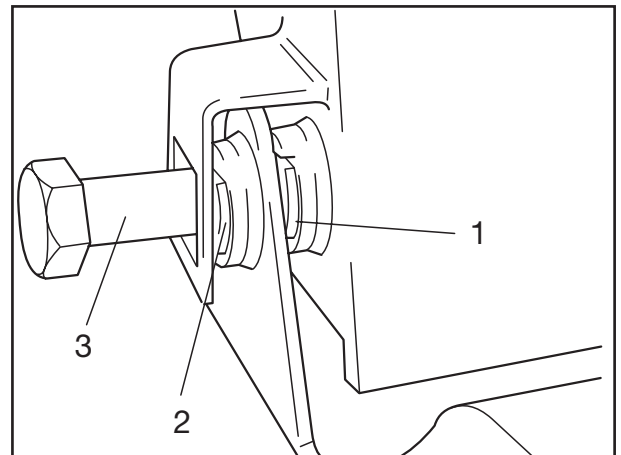

Fig. 4
Scheibe (Fig. 4/2) zwischen Hebearm und
(Fig. 4/3) eintreiben.
- [5] Smear spring pivot bolts with grease. Insert washer (Fig. 4/2) between lift arm and locking device and knock in spring pivot bolt (Fig. 4/3).
- [5] Enduire de graisse les boulons de ressort. Insérer la rondelle plate (fig. 4/2) entre le palonnier et la sécurité de torsion et implanter le boulon de ressort (Fig. 4/3).